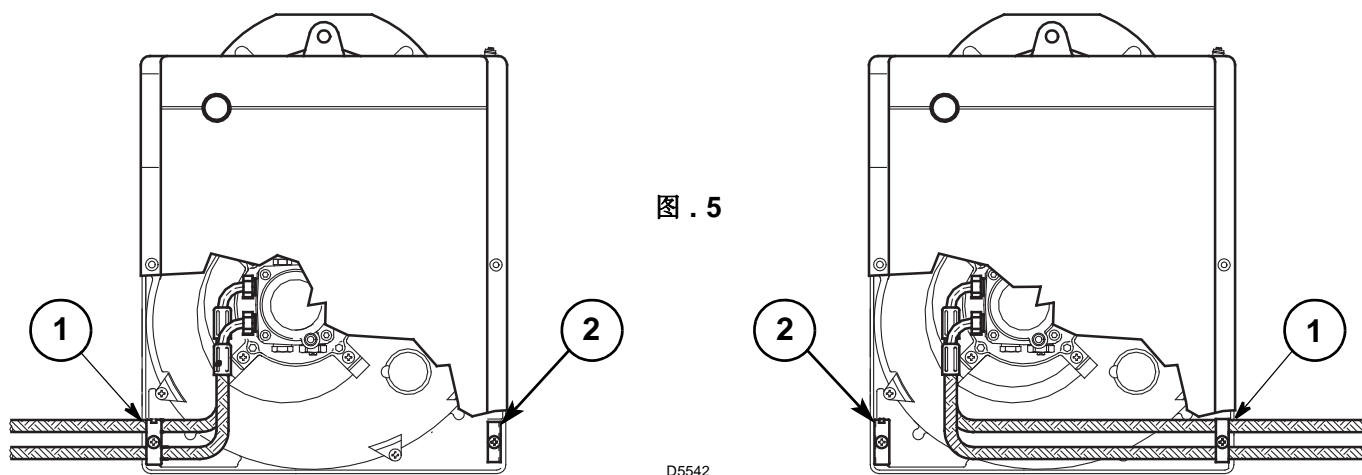

图 . 5
根据燃油管线的位置 (到燃烧器的右侧或左侧) 对应的连接板 (1) 和堵塞板 (2) 应保留, (参见图 . 5).